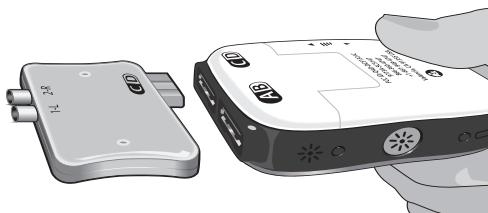

Afbeelding 7: 1x8 operatiekamerkabel en verlengkabel
1. Bevestig de verlengkabel van de operatiekamerkabel op de operatiekamerkabel (Afbeelding 7).